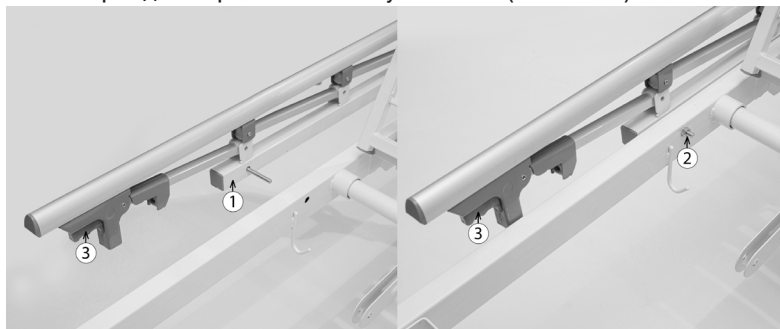

Рис. 8 Схема установки боковых ограждений
13. Закрепите боковое ограждение (1) болтом М8х70 и гайкой М8 (2) (см. Рис. 8).
14. Сориентируйте ограждения так, чтобы кнопки (3) освобождения фиксаторов боковых ограждений располагались у изножья (см. Рис. 8)